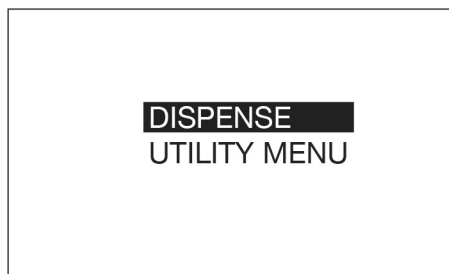

FIG. 57
3. Una vez configurado correctamente el medidor, aparecerá la pantalla del menú principal que se muestra en la FIG. 57.